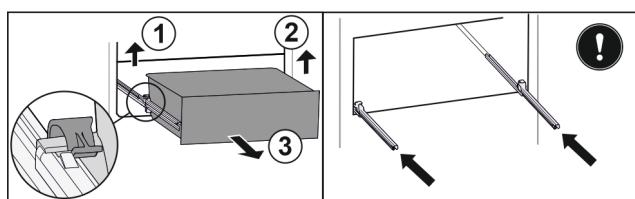

Fig. 118
- Linke Klemme anheben und gleichzeitig Schubfach links nach vorne ziehen. Fig. 118 (1)
- Rechte Klemme anheben und gleichzeitig Schubfach rechts nach vorne ziehen. Fig. 118 (2)
- Schubfach nach vorne entnehmen. Fig. 118 (3)